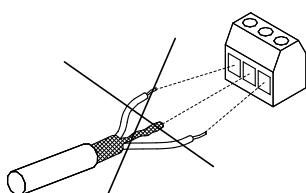

Abb. 38 Schirmenden nicht verdrillen
- Die Schirmenden nicht zusammendrehen. Siehe Abb. 38. Stattdessen sind Kabelschellen oder EMV-Kabel-verschraubungen zu verwenden.